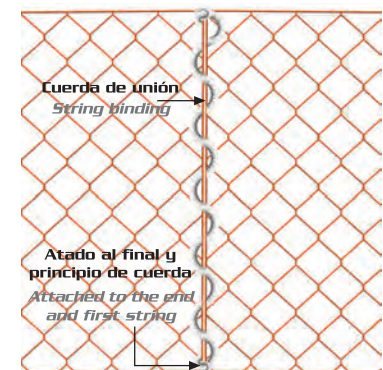

Figura 1 Figure 1
Para unir redes de seguridad, se unirá con cuerdas de unión de redes pasando malla por malla, en esta unión no deben existir distancias sin sujetar superiores a 100 mm. En la unión del sistema V el solape no está permitido. (figura 1).
- Las redes, deberán unirse unas a otras con cuerda de unión para no dejar ningún hueco. No está permitido solapar. (figura 1)